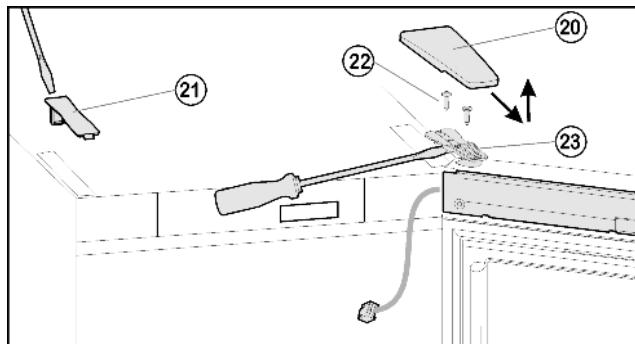
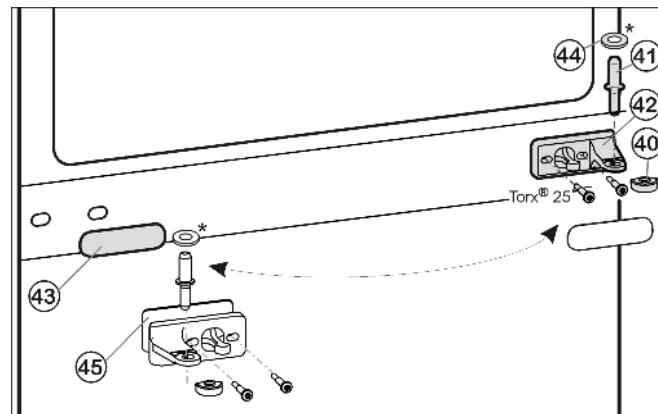
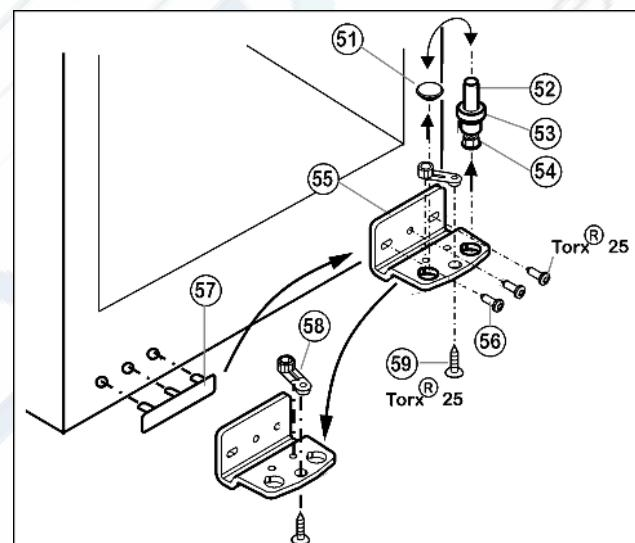

Fig. 6
Fig. 7
Fig. 8
- ▶ Крышку Fig. 6 (20) снимите движением вперед и вверх
- ▶ Снимите крышку Fig. 6 (21).
- ▶ Полностью выверните винты Fig. 6 (22).
- ▶ Снимите дверцу вместе с опорным кронштейном Fig. 6 (23) и кабелем вверх. Для снятия, возможно, понадобится осторожно подцепить опорный кронштейн снизу шлицевой отверткой.
- ▶ Вытащите из опорного кронштейна и нижней дверцы средний опорный палец Fig. 7 (41).
- ▶ Снимите пластмассовый колпачок Fig. 7 (40).
- ▶ Открутите средний опорный кронштейн Fig. 7 (42) (2 шт. Torx® 25).
- ▶ Осторожно снимите накладку Fig. 7 (43).
- ▶ Прикрутите средний опорный кронштейн Fig. 7 (42) с подкладкой Fig. 7 (45) с поворотом на 180° на новую сторону шарнира (**с моментом 4 Нм**).
- ▶ Защелкните накладку Fig. 7 (43), повернув на 180°, на стороне, где теперь будет ручка.
- ▶ Извлеките опорный винт Fig. 8 (52) в комплекте с шайбой Fig. 8 (53) и регулируемой опорой Fig. 8 (54), вытягивая его вверх.
- ▶ Снимите пробку Fig. 8 (51).
- ▶ Открутите Fig. 8 (56) опорный кронштейн Fig. 8 (55).
- ▶ Открутите Fig. 8 (59) опорную деталь Fig. 8 (58) и, переставив в отверстие на противоположной стороне опорного кронштейна, снова прикрутите.
- ▶ Осторожно снимите и переставьте на противоположную сторону крышку со стороны ручки Fig. 8 (57).
- ▶ Снова прикрутите опорный кронштейн Fig. 8 (55) на новой стороне шарнира (**с моментом 4 Нм**). При необходимости используйте аккумуляторный шуруповерт.
- ▶ Переставьте пробку Fig. 8 (51) в свободное отверстие.
- ▶ Вновь установите опорный винт Fig. 8 (52) в комплекте с шайбой и регулируемой опорой. При этом фиксатор должен быть направлен назад.
- Установите дверь сверху на опорный палец Fig. 8 (52).
- Снова наденьте пластмассовый колпачок Fig. 7 (40) на средний опорный кронштейн Fig. 7 (42).
- Вставьте средний опорный палец Fig. 7 (41) через средний опорный кронштейн Fig. 7 (42) в нижнюю дверцу.
- Установите верхнюю дверцу на средний опорный палец Fig. 7 (41), закройте дверцу и установите верхний опорный кронштейн Fig. 6 (23) так, чтобы он защелкнулся в верхней стороне устройства.
- Закрутите опорный кронштейн Fig. 6 (23) (с усилием 4 Нм). При необходимости просверлите отверстия или используйте аккумуляторную отвертку.
- Защелкните крышку Fig. 6 (20) и крышку Fig. 6 (21).
- При необходимости выровняйте дверцы через два продольных паза в нижнем опорном кронштейне Fig. 8 (55) и среднем опорном кронштейне Fig. 7 (42) параллельно корпусу устройства. Для этого выкрутите средний винт на нижнем опорном кронштейне Fig. 8 (55).